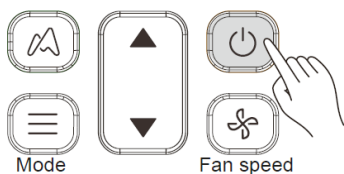

Figura 3.3
1) Pressione  (ver Figura 3.3) e a unidade interior começa a trabalhar.